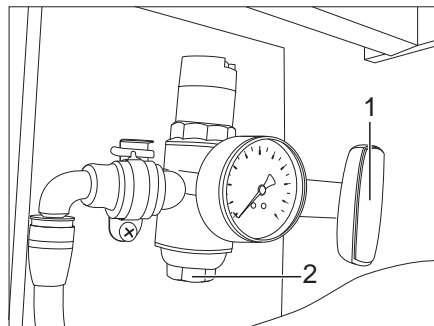

Bild 178 Druckminderer (Hauptsperrhahn geschlossen)
- Schauglas (Bild 178,2) am Druckminderer schließen.
- Hauptsperrhahn am Druckminderer (Bild 178,1) schließen.
- Hauptsperrhahn am Druckminderer (Bild 178,1) öffnen.